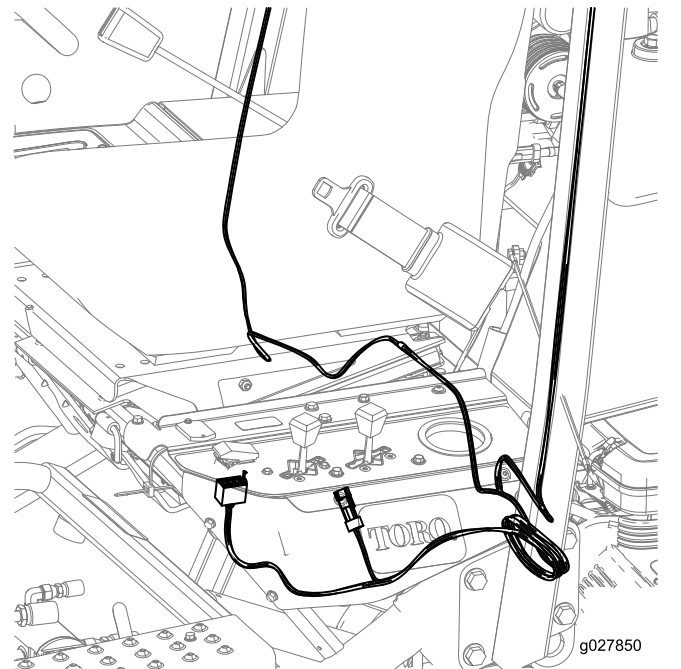
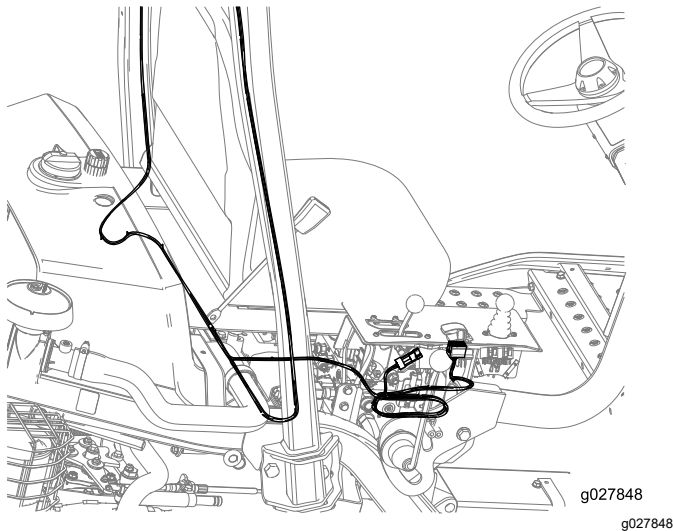
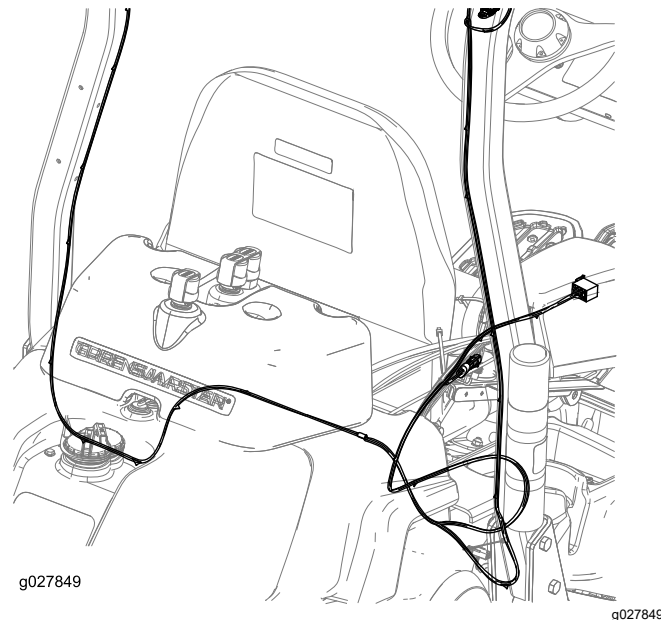

Figura 4
Figura 3
Figura 5
1. Encaminhe a cablagem ao longo do ROPS e debaixo do banco se mostra na Figura 3, Figura 4 ou Figura 5.